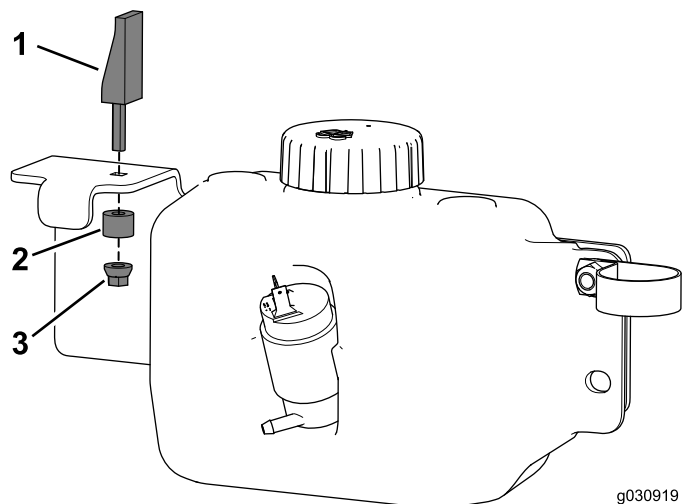

Figura 35
- Montate il gruppo di fissaggio a espansione sul supporto del serbatoio (Figura 35).